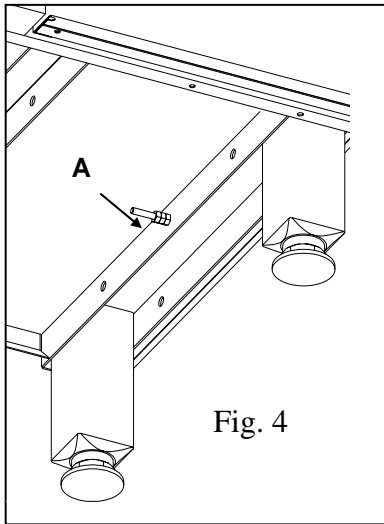

Fig. 4
- (FR)** Raccorder la borne d'équipotentialité A (fig. 4).
- (GB)** Connect the equipotential bonding A terminal (Figure 4).
- (NL)** Sluit de equipotentialaaklem A aan (fig. 4).